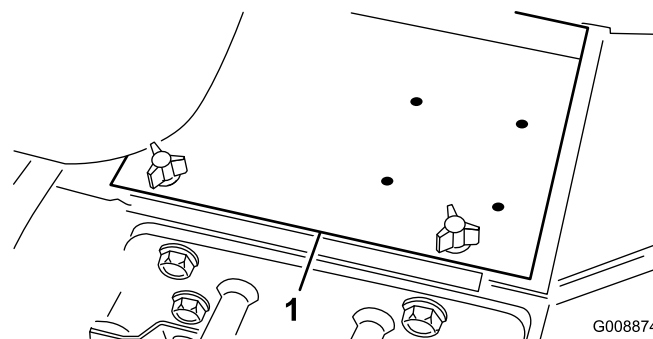

Figure 3
2. Enlevez le couvercle de la batterie (Figure 3).